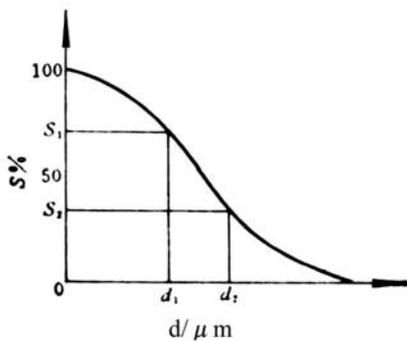

图3 积分分布图
③ 对于其它任一时间都可求出相应于某 $d$ 值的百分含量。将计算结果列于前表中。
(4) 作积分分布曲线和微分分布曲线
①积分分布曲线。根据表中数据, 以颗粒直径( $\mu\text{m}$ )为横坐标, 直径大于该值的粒子占的百分含量 $S$ 为纵坐标, 作图即为积分分布曲线。从此曲线可求得在一直径范围内之百分含量。如 $d_1$ 至 $d_2$ 内之含量为 $S_1 - S_2$ 。(图3)